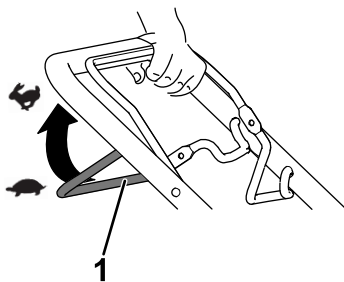

Figura 11
- **Para activar la autopropulsión: apriete la barra de autopropulsión contra el manillar y manténgala en esa posición (Figura 11).**